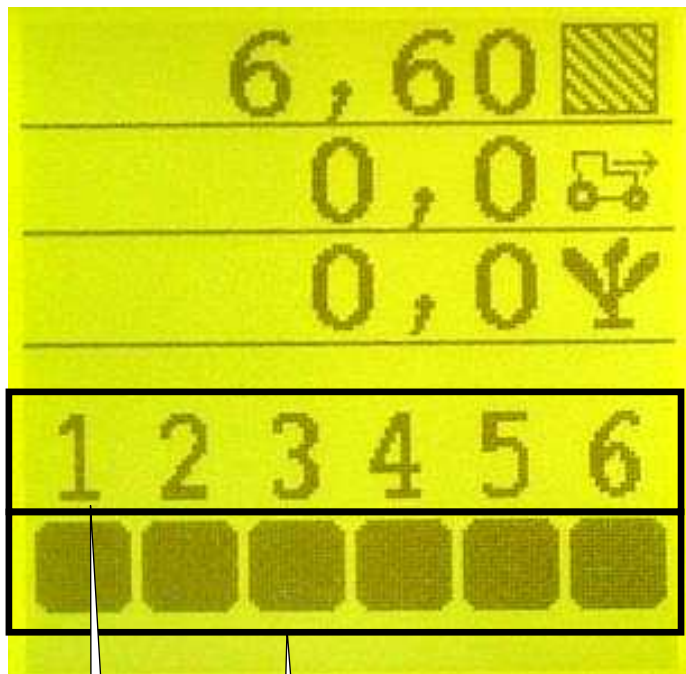

Fig. 1
- D: población media (Fig. 1)
- E: velocidad de avance (Fig. 1)
Dopo aver messo la console in tensione, viene visualizzata la schermata principale (Fig. 1) che corrisponde alla modalità d'uso.
- C: contatore di superficie parziale (Fig. 1)
- D: quantità media di semi (Fig. 1)
- E: velocità d'avanzamento (Fig. 1)
Les numéros sur la partie inférieure de l'écran A (Fig. 1) correspondent aux rangs du semoir. Les rangs sont numérotés de la gauche vers la droite par rapport au sens d'avancement.
Les carrés B (Fig. 1) sous les numéros de rangs informent sur l'état des rangs.
The numbers in the lower part of the screen A (Fig. 1) correspond to the seeder's rows. The rows are numbered from left to right in relation to the forward direction.
The squares B (Fig. 1) under the row numbers provide information about the state of the rows.